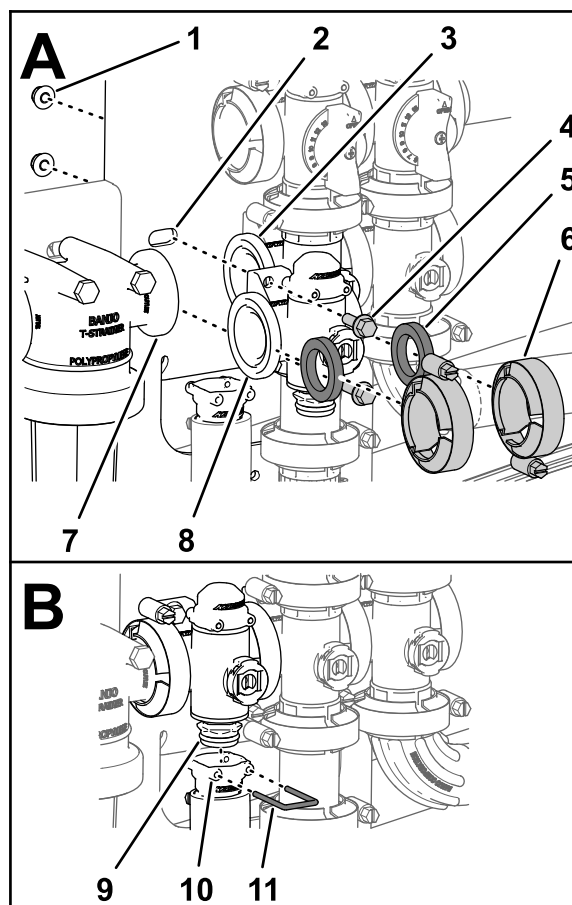

Рисунок 126
1. Установите прокладку между фланцами коллектора клапана управления нормой внесения и головкой фильтра линии нагнетания (Рисунок 126А).
2. Смонтируйте коллектор клапана управления нормой внесения, прокладку и головку фильтра линии нагнетания с помощью фланцевого хомута, затянув его от руки (Рисунок 126А).
3. Установите прокладку между фланцами клапана управления нормой внесения и коллектором клапана перемешивания (Рисунок 126А).
фланцевого хомута, затянув его вручную (Рисунок 126А).
5. Присоедините клапан управления нормой внесения к опоре крепления при помощи 2 болтов с фланцевыми головками и 2 фланцевых контргайк (Рисунок 126А), снятых при выполнении действий, описанных в пункте 3 раздела **Снятие коллекторного клапана управления нормой внесения** (страница 90), и затяните гайку и болт с моментом от 10 до 12 Н·м.
6. Установите выпускной штуцер на штуцер муфты в нижней части коллектора клапана управления нормой внесения (Рисунок 126В).
7. Прикрепите выпускной штуцер к штуцеру муфты, вставив держатель в гнездо выпускного штуцера (Рисунок 126В).